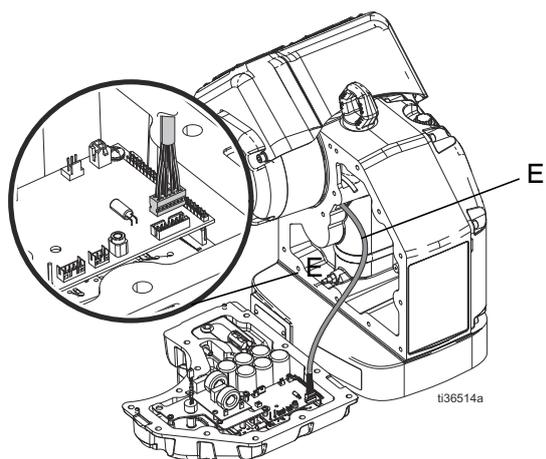

FIG. 21: Cavo dell'encoder
- Cavo dell'encoder (E). Vedere FIG. 21 a pagina 18.